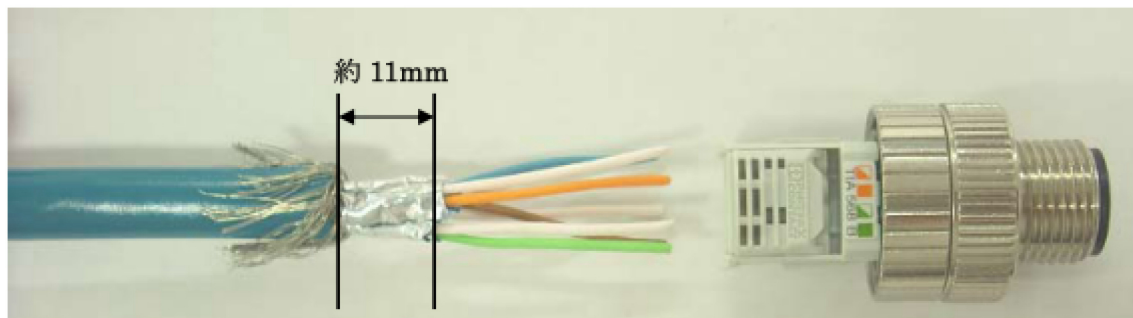

図 3-4 シールド線処理①
4) ケーブルのシールド線を図 3-4 のように処理します。